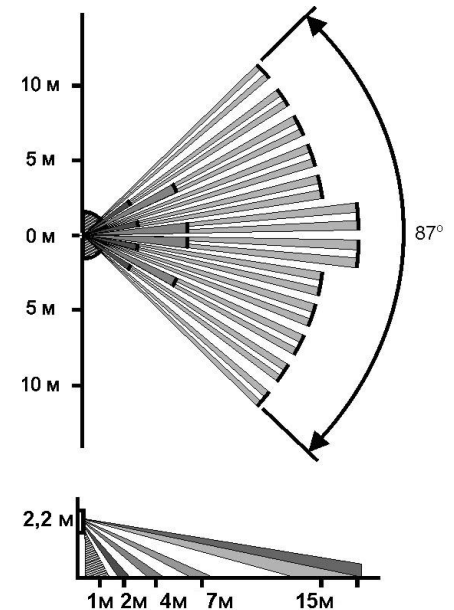

Рис.4 Диаграмма зоны обнаружения при наклоне основания извещателя вперед на угол 12 градусов. Заштрихованная область (антисаботажная зона) только для варианта 2
- Широкоугольная линза, позволяющая создать зону обнаружения максимальной площади (рис.4).